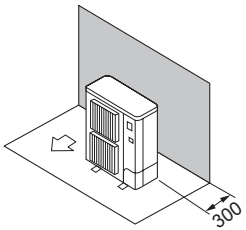

Fig. 2-6
- ① Esteitä vain takana (Fig. 2-6)